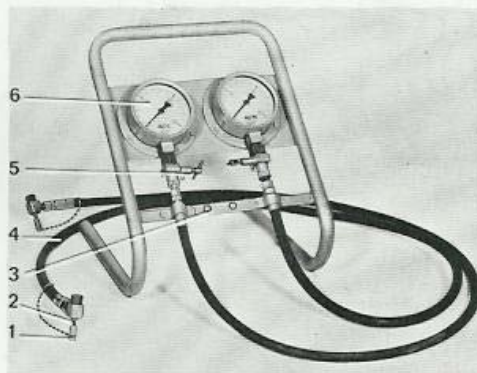

Bild 2. Provningsanordning SVO 2741
Provningsanordning (bild 2) används vid exempelvis felsökning på bromssystemet.
2. Anslut den på bild 2 visade provningsanordningen SVO 2741 enligt följande: